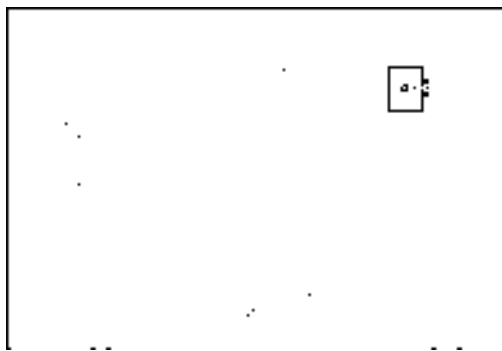

图 14-69 插入“燃气灶”图块
14) 插入图块。按〈Ctrl+O〉组合键, 打开配套光盘提供的“第 14 章/图块图例.dwg”文件, 将其中的“燃气灶”图块复制粘贴至平面图中, 结果如图 14-69 所示。